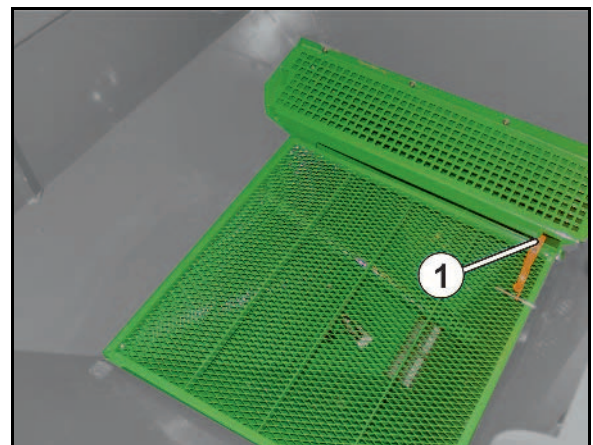

Fig. 49
- klappbares Sieb im Saatgut-Behälter mit Siebverriegelung (Fig. 49/1).